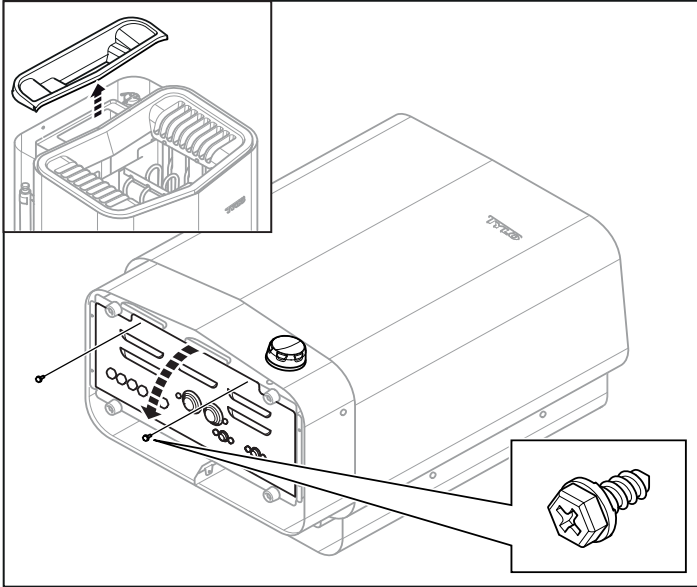

Rysunek 8. Wspornik z wkrętami i elementami dystansowymi
1. Przymocuj wspornik i elementy dystansowe do ściany w wymaganych odległościach (patrz rys. 8).